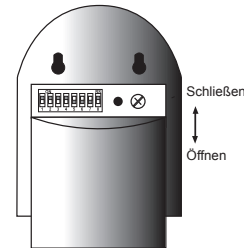

Abb. 9
- Schieben Sie die Abdeckung des Batteriefachs nach unten bis zum Stoppunkt. Sie können nun den Melodie-Wahlknopf, den Lautstärke-Regler und die Code-Einstellungen erreichen (Abb. 9).
- Schieben Sie die Abdeckung wieder nach oben (Abb. 9).